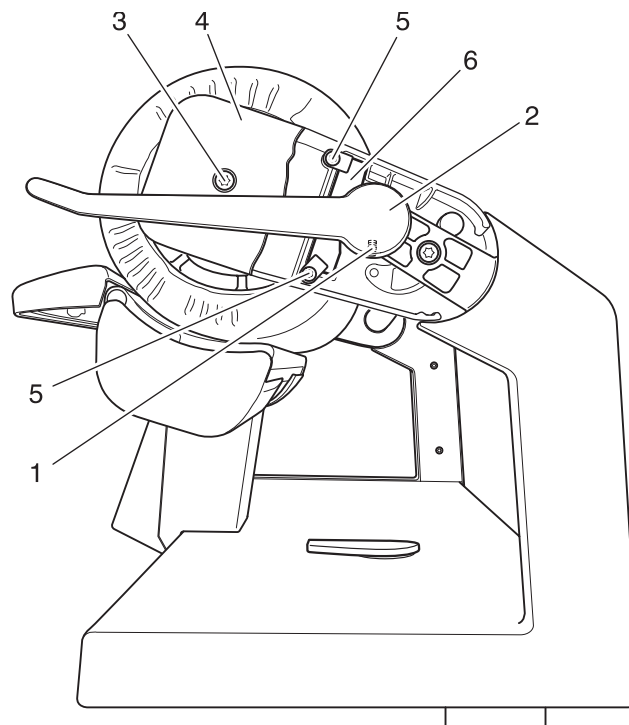

Fig. 20
- Bei abgehobener Bügelwalze und im gespanntem Zustand den Gewindestift 1 lösen und den Hebel 2 abnehmen (Fig. 20).